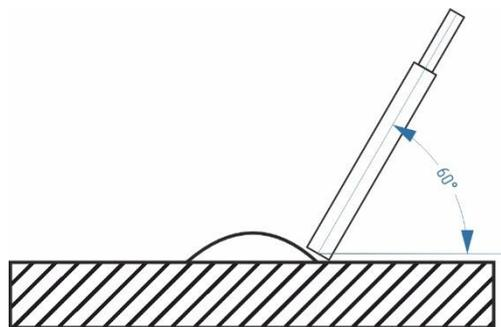

Рис. 6 – Положение электрода при наплавке
1. *Изменением угла наклона относительно оси выполняемого шва в сторону предыдущего прохода* (см. Рис. 6). Давление дуги и правильно подобранный угол наклона электрода обеспечат заход сварочной ванны на предыдущий валик. Степень перекрытия сварных швов можно контролировать как углом наклона, так и силой сварочного тока или скоростью сварки.